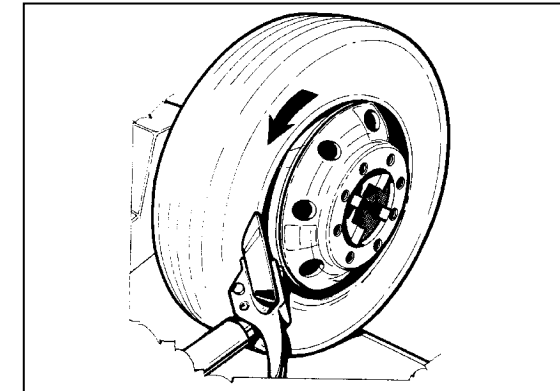
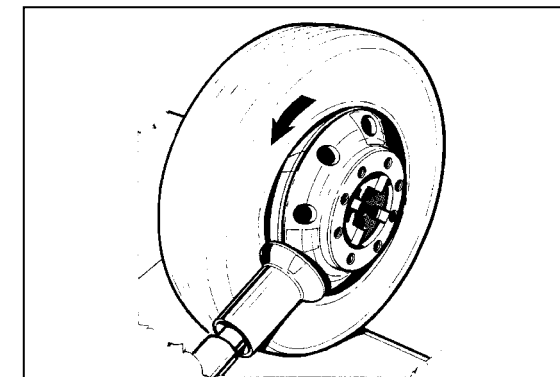

Fig.18
Fig.19
2. Position the bead breaker disc or tubeless roller (option) as shown in Fig.18, Fig.19.
2. Positionner le disque détalonneur ou le galet tubeless (option) comme montré sur la Fig. 18 et la Fig.19.
2. Die Abdrückscheibe oder die Schlauchlosreifenrolle (auf Anfrage) wie in Abb.18 und in Abb.19 gezeigt positionieren.